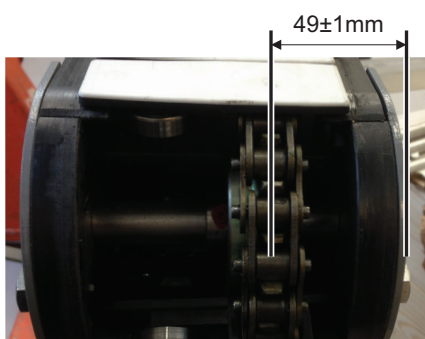
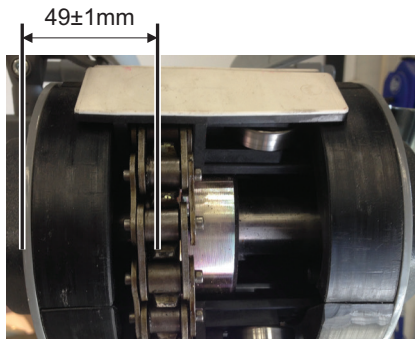
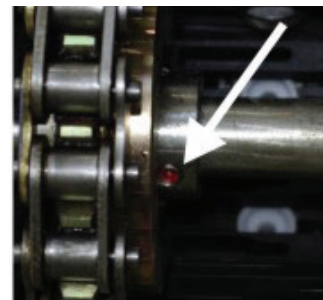

Figure 40 Extrémité inférieure
Figure 41 Extrémité supérieure
Figure 42 Vis à six pans creux
- Retirez les 7 ou 8 plaquettes à l'extrémité inférieure pour que la roue d'entraînement soit visible. Reportez-vous aux Fig. 40 et 41. Il est uniquement possible de retirer les plaquettes sur une petite zone à l'extrémité inférieure. Il est donc nécessaire d'activer l'élévateur spiralé pour retirer d'autres plaquettes. (Deux plaquettes peuvent être retirées avant de faire tourner l'élévateur.)
- Au niveau de l'extrémité inférieure, mesurez la distance entre la plaque latérale et le centre de la chaîne en acier, comme on le voit sur la Fig. 40. Pour ajuster la roue d'entraînement, desserrez la vis à six pans creux (Fig. 42) et amenez la roue dans la bonne position. N'oubliez pas de la resserrer après le réglage. Pour vérifier l'extrémité supérieure, faites tourner la spirale jusqu'à ce que la partie de la chaîne sans plaquette apparaisse à l'extrémité supérieure (Fig. 41), puis mesurez et ajustez si nécessaire. Mesure correcte des extrémités supérieure et inférieure : 49 ± 1 mm.